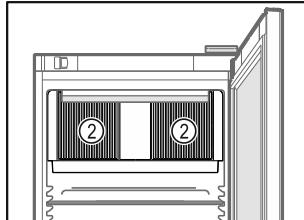

Fig. 61
- Не закрывайте вентиляционную щель Fig. 61 (2) вентилятора циркуляции воздуха во внутренней камере.